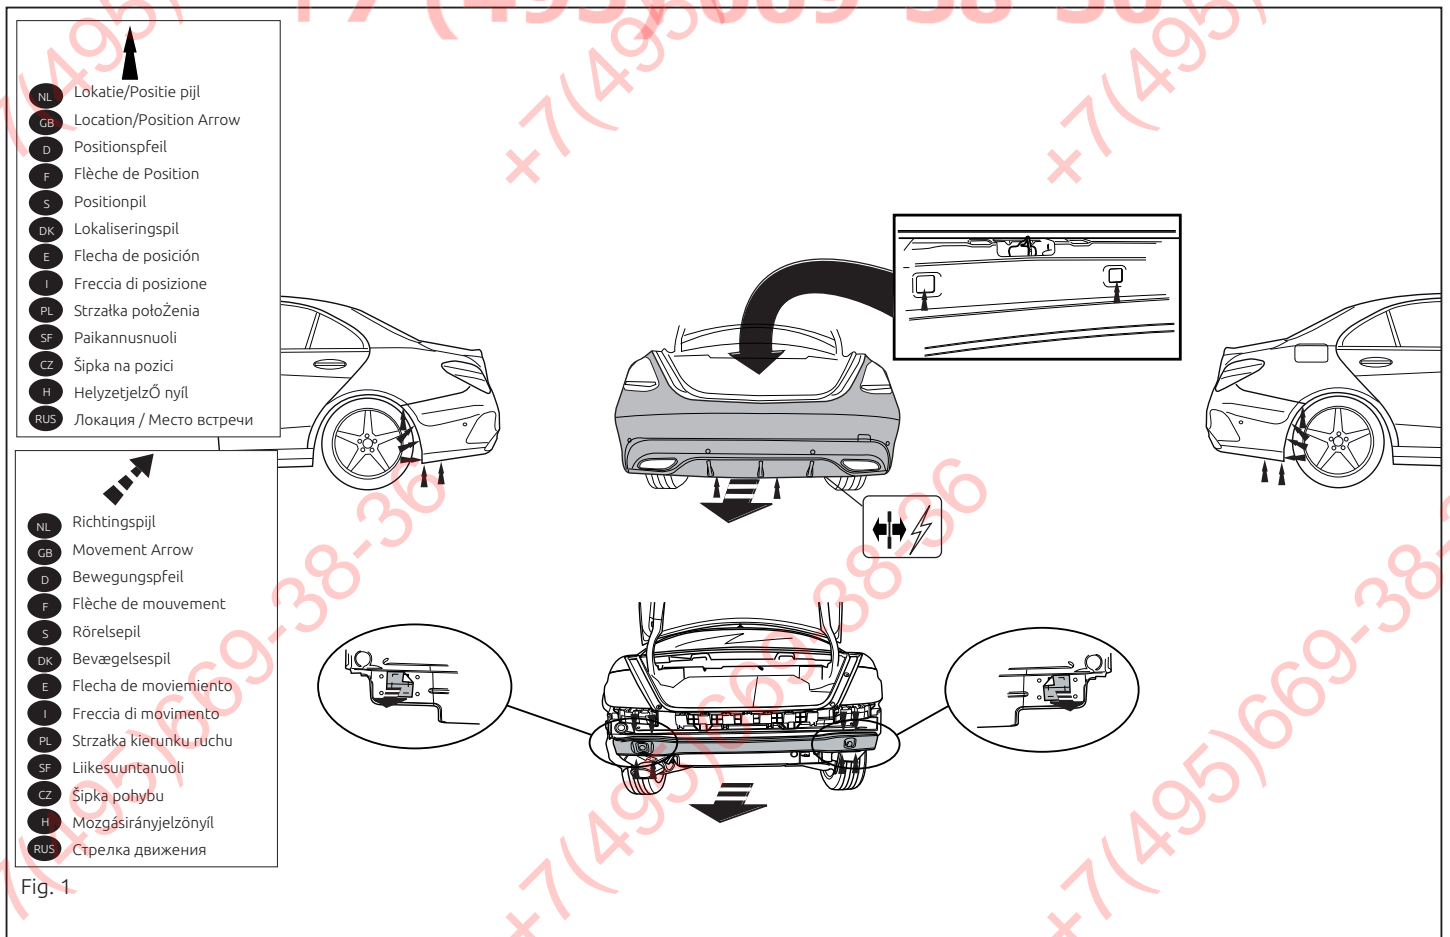

Fig. 1
1. Remove the bumper and the steel buffer beam from the vehicle. The buffer beam will no longer be needed. See figure 1.
1. Die Stoßstange einschließlich des stählernen Stoßbalkens vom Fahrzeug abmontieren. Der Stoßbalken wird nicht mehr benötigt. Siehe Abbildung 1.
2. Снять указанные детали. См. рисунок 1.
traverse ne sera plus utilisée. Voir la figure 1.
и D, см. рисунок 1. Внимание! Если необходимо, то